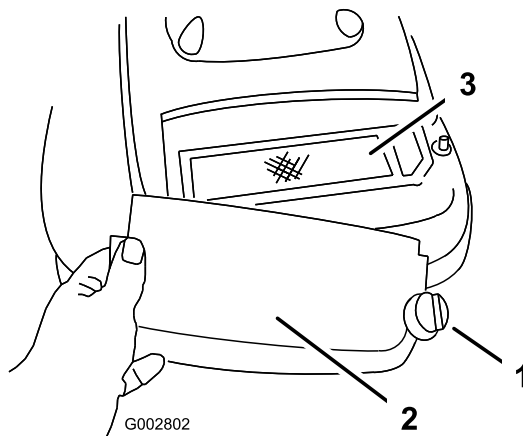

Figure 24
3. Retirez la vis de fixation du couvercle du filtre à air (Figure 24).
4. Enlevez le couvercle et nettoyez-le soigneusement (Figure 24).